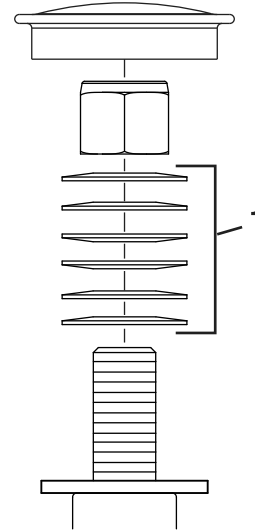

Figure 87
3. Déposez le capuchon protecteur de la roue pivotante et serrez le contre-écrou (Figure 87).
4. Continuez de serrer le contre-écrou jusqu'à ce que les rondelles élastiques soient aplaties, puis desserrez-le d'un quart de tour pour obtenir la précharge correcte des roulements (Figure 87).
Important: Veillez à placer les rondelles élastiques correctement, comme montré à la Figure 87.
5. Reposez le capuchon protecteur (Figure 87).